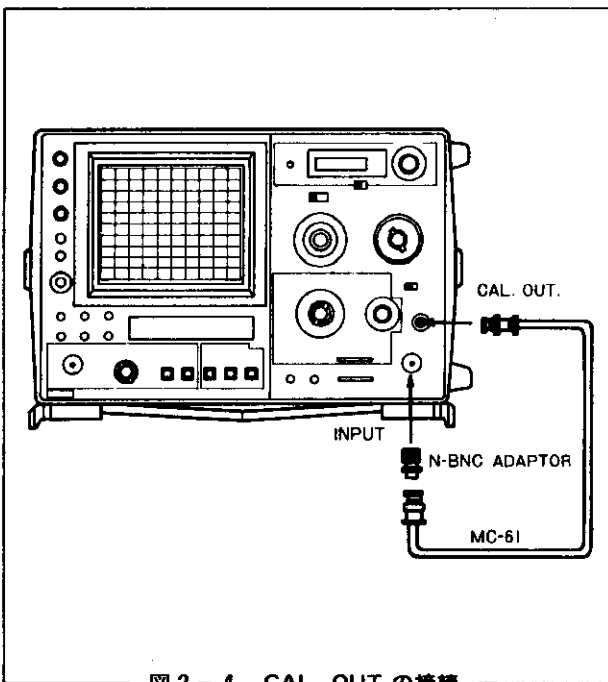
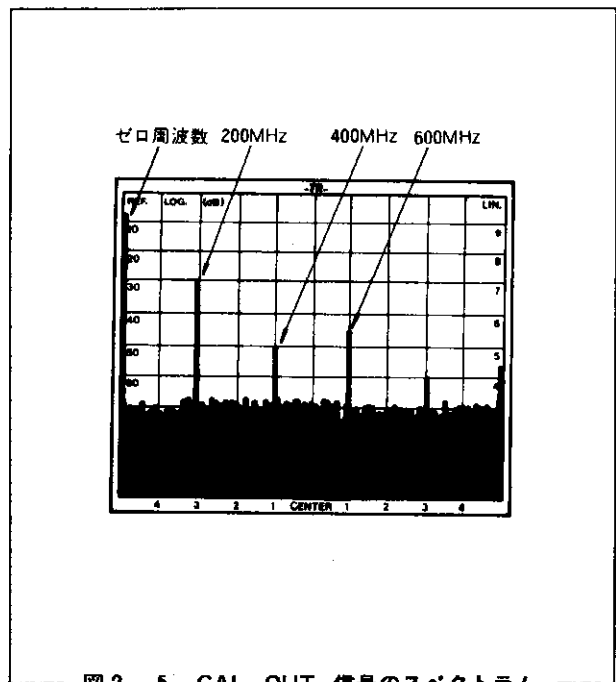

図2-4 CAL. OUT.の接続
図2-5 CAL. OUT. 信号のスペクトラム
13. **CAL. OUT.** コネクタと **INPUT** コネクタを付属のBNC-BNCケーブル (**MC-61**) にN-BNCアダプタを取付けて接続します〔図2-4〕。このとき〔図2-5〕に示しますようなスペクトラムが現われます。